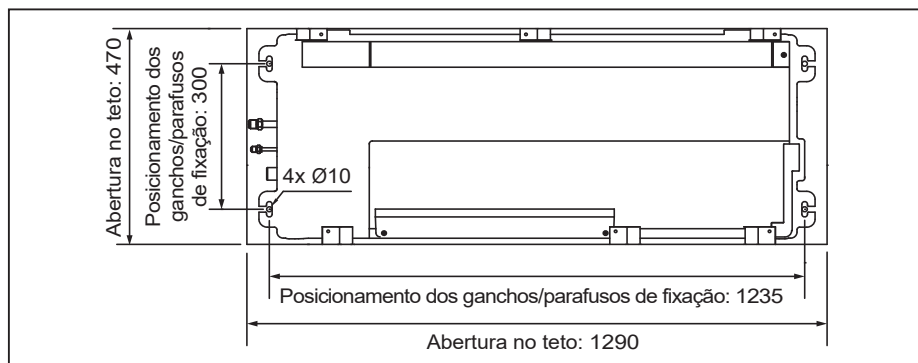

FIG. 15 - ABERTURA NO TETO E POSICIONAMENTO DOS PARAFUSOS DE FIXAÇÃO
2. Faça então a instalação dos ganchos observando o posicionamento destes conforme apresentado também no gabarito de instalação - Fig. 15.